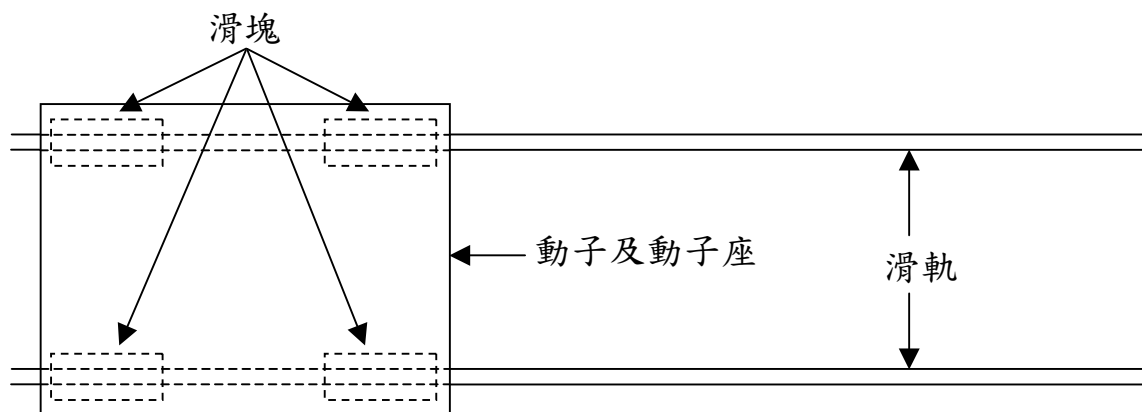

Figure 1. 安裝動子座
- (1) 安裝滑軌時必須注意直線度及平行度，(LMS 系列必須至少兩根滑軌，並且要有足夠的滑塊)，並注意油嘴方向，以方便將來滑軌的潤滑保養。
- (2) 將動子安裝在動子座上，安裝時建議從中間的螺絲開始鎖起，然後將動子座安裝在滑塊上(figure 1)，以 LMS 系列而言，請確認動子與定子間的氣隙為 **0.8 到 1.0mm**(請參考出貨 CD 或是 Hiwin 網站上公佈的圖面) 如安裝不正確可能增加頓力或降低馬達推力。